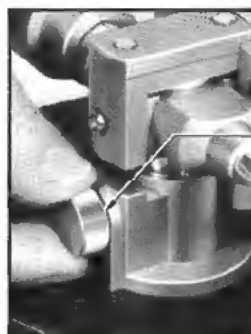

Fig. 10 Abb. 10
4. Adjust the height by hand by loosening the height/fix knob so that the tonearm is horizontal to the record surface with the stylus tip being nearly touched to the record. Then, fix the knob firmly. (Fig. 10)
4. Stimmen Sie die Höhe mit der Hand ab, indem Sie den Höhen-Feststellungsknopf so lösen, daß der Tonarm horizontal zur Schallplattenoberfläche ist, wobei die Nadelspitze fast die Schallplatte berührt. Stellen Sie dann den Knopf gut fest. (Abb. 10)
4. Régler sa hauteur en dévissant à la main le bouton de réglage de sorte que le bras de lecture soit horizontal à la surface du disque lorsque la pointe de lecture touche presque sa surface. Resserrer ensuite fermement le bouton de réglage. (Fig. 10)